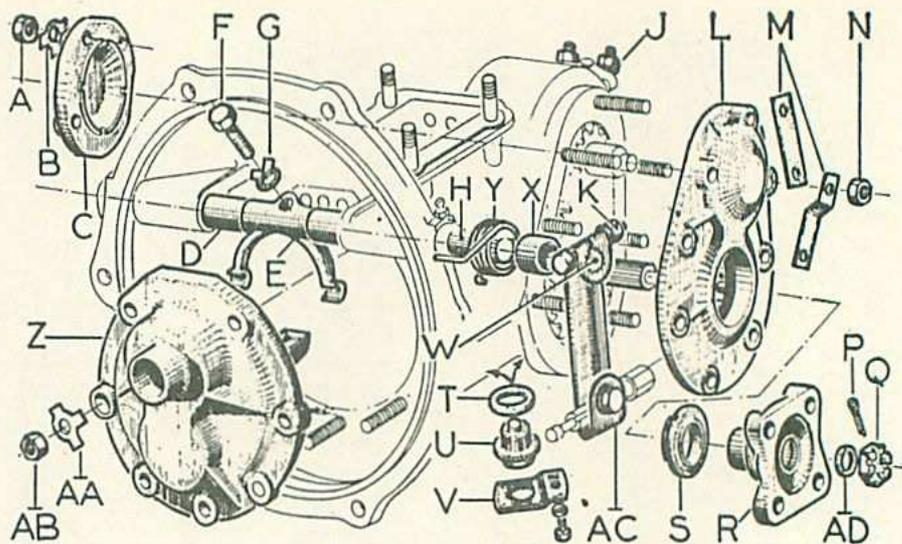
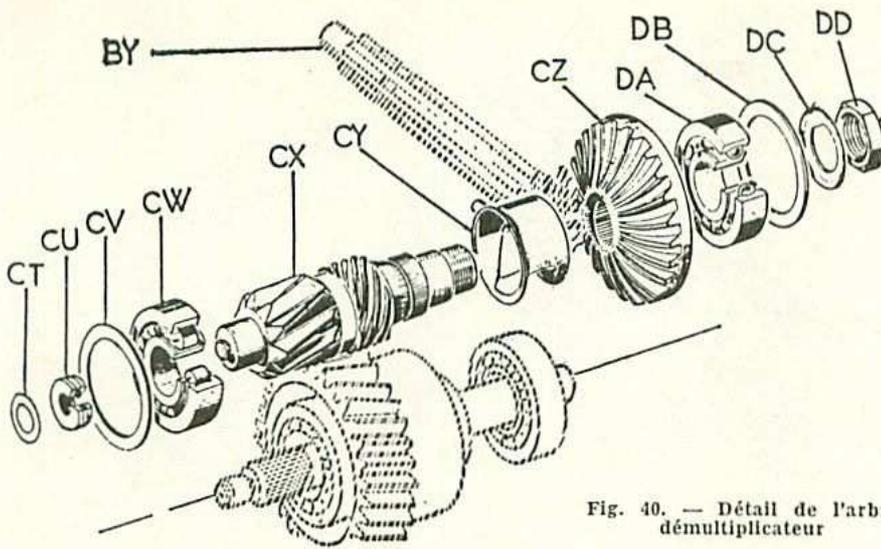

Fig. 35. — Détail des couvercles de la boîte pont
Fig. 40. — Détail de l'arbre démultiplicateur
- Abattre les sept freins (AA) (fig. 35) fixant le couvercle AV (Z), déposer les sept écrous (AB) et les sept freins.
- Décoller et dégager le couvercle AV (Z).
- Déposer la goupille (P) (fig. 35) sur chaque plateau d'entraînement, puis les deux écrous (Q). Retirer les joints d'étanchéité (AD) et dégager les deux plateaux (R) des cannelures des planétaires (le segment d'arrêt du plateau reste monté dans celui-ci). Déposer les deux bagues d'étanchéité (S).
- Défreiner et déposer les deux écrous (J) fixant le carter de prise de compteur, dégager celui-ci.
- Rabattre les quatre freins (B) du couvercle latéral droit (C), déposer les quatre écrous (A) et dégager le couvercle (attention aux rondelles de calage (DB) (fig. 40) se trouvant derrière le chapeau, les conserver soigneusement).
- Rabattre les freins (M) du couvercle latéral gauche (L), déposer les huit écrous (N) et les quatre freins doubles (M), décoller et dégager le couvercle. Les deux bagues extérieures des roulements de planétaire gauche et d'arbre démultiplicateur restent montées dans le couvercle (L) ainsi que le chemin de butée (CU) (fig. 40). Déposer la cage à billes.
ou, à défaut, en aluminium, serrer la denture de l'arbre démultiplicateur (CX) (fig. 40). Rabattre le frein (DC) puis débloquer et déposer l'écrou (DD). Desserrer l'étau suffisamment pour faire reposer la denture de la roue d'angle (CZ) sur les mordaches.
**REMARQUE.** — Si l'on ne doit pas procéder au remplacement du couple démultiplicateur, il est nécessaire de repérer la position des cannelures de la roue d'angle (CI) par rapport à celles de l'arbre démultiplicateur (CX).
- A l'aide d'un maillet, frapper sur l'extrémité de l'arbre pour déposer le roulement (DA), la roue d'angle (CZ) et l'écope de graissage (CY). Retourner dans l'étau l'arbre démultiplicateur et à l'aide de l'extracteur Wilmonda TAX déposer la bague intérieure du roulement (CW). Avec un petit poinçon déposer le deuxième chemin de butée (CU).
— la bague extérieure du roulement (CW) (fig. 40) de l'arbre démultiplicateur (CX) avec les rondelles de calage (CV) ;
Placer l'écone de graissage (CY) sur l'arbre démultiplicateur (CX) (fig. 40).
• Déposer les tampons (E) et (G) puis monter l'ensemble de l'arbre démultiplicateur dans le carter du pont, après avoir chauffé légèrement l'emplacement du roulement.
• Placer les rondelles de calage (DB) (fig. 40) (valeur (D) déterminée (fig. 45) puis poser, provisoirement, le petit couvercle latéral.
• Utiliser une bague extérieure de roulement (CW) (fig. 40), la rectifier sur son diamètre extérieur pour qu'elle puisse rentrer librement, sans chauffer, dans le couvercle gauche (L) (fig. 35).
• Placer, entre le faux roulement et le couvercle (L) une épaisseur de cales (CV) (fig. 40) suffisante pour que le couvercle ne porte pas sur la face d'appui du carter.